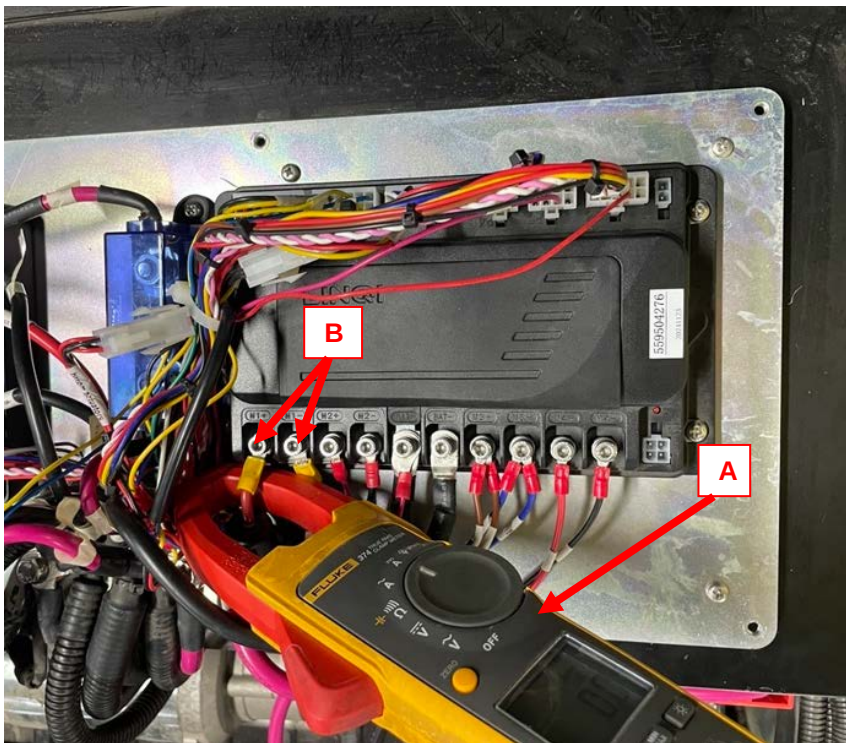

Figure 59
2. Appliquer une pince ampérométrique (A, figure 59) sur l'un des fils du moteur de la brosse principale (B, figure 59).